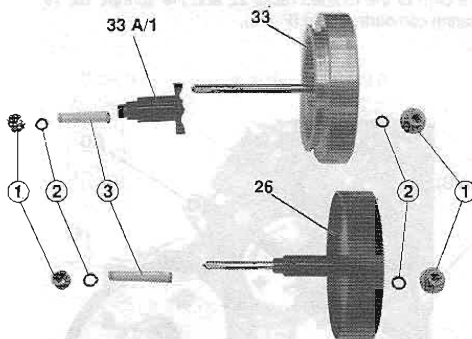

Fig. 9
- Achten Sie beim Aus- und Einbau des Schwungrades auf die beiden Lager ①, die beiden Scheiben ② und die Feder ③ (Fig. 9).
- Scheibe 102 und Riemenscheibe 23 abziehen (Fig. 9).
- When removing and refitting the flywheel take care of the two bearings ①, the two washers ② and the spring ③ (Fig. 9).
- Pull off the washer 102 and the pulley 23 (Fig. 9).